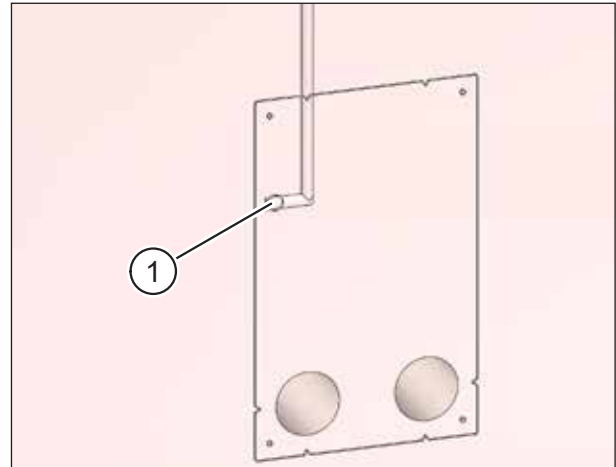

Abb. 21: Mauernut für Netz- und Steuerkabel fräsen
- ▶ Fräsen Sie ausgehend vom Kabeldurchlass (Pos. 1 in Abb. 21) eine Mauernut für das Netz- und Steuerkabel.